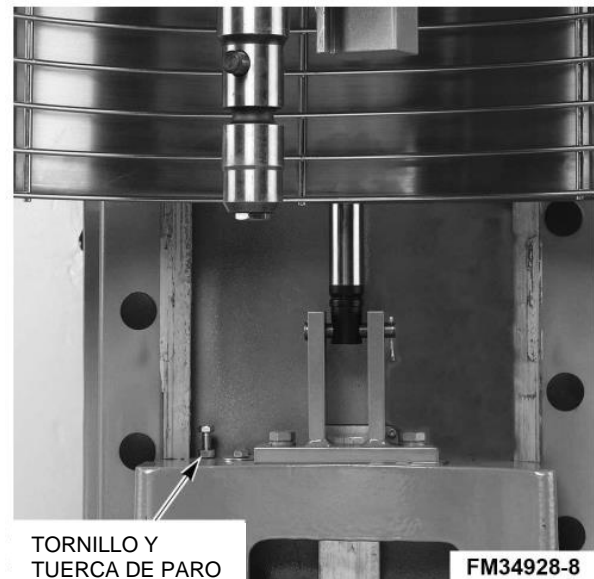

Fig. 13
- Afloje la tuerca inferior (Fig. 13) y gire el tornillo de tope de derecha a izquierda para aumentar el espacio o de izquierda a derecha para disminuirlo.